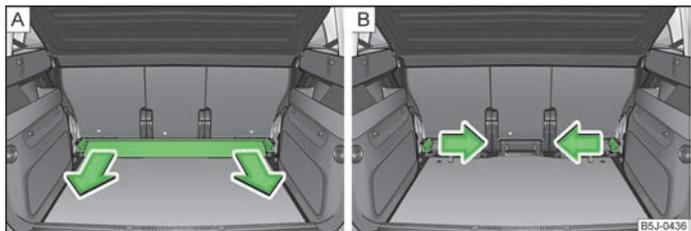

Fig. 50 Coffre à bagages : Sortir la glissière de support transversale/Enlever les clavettes de fixation
- Attrapez la glissière de support transversale » fig. 50 - [A] et détachez-la en la tirant dans le sens de la flèche.
- Attrapez la clavette de fixation » fig. 50 - [B] et détachez-la en la tirant dans le sens de la flèche. Procédez de la même façon pour déposer la clavette de fixation de l'autre côté du coffre à bagages.